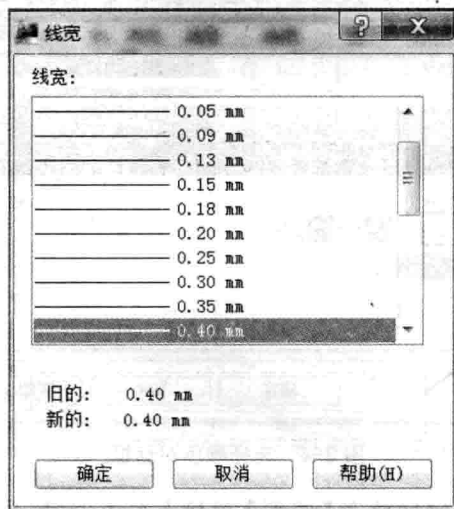

图 2-7 选择图层线宽
(4) 设置图层线宽。将鼠标放在【线宽】项目上单击左键,出现如图 2-7 所示的【线宽】对话框,选择所需图线的宽度。